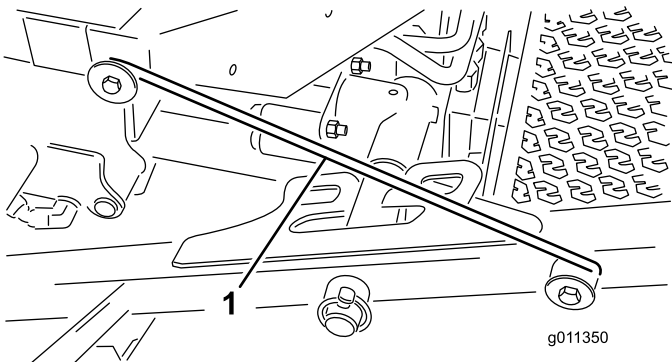

Figura 36
4. Desenganche la varilla de bloqueo (Figura 36) del enganche del bastidor de tiro delantero.
perno del bastidor montado en la parte delantera de la plataforma del operador (Figura 36).